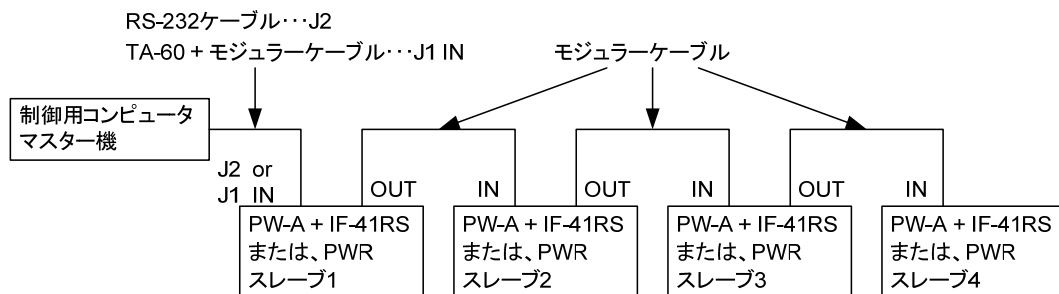

図 8-1. IF-41RSを使ったコンピュータによるコントロール
- ② コンピュータの RS-232C 端子と TA-60(弊社製品 RS-232C/モジュラー変換ケーブル)を使用し J1-IN に接続する。
- コンピュータに接続した電源には図 8-1. のように、全 3 台の PW-A 電源または旧機種 PWR 電源をモジュラーケーブルで接続できます。電源の機種は問いません。